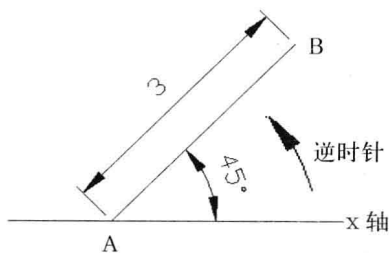

图 3-1-4
(1) 单击“直线”按钮，命令行提示“指定第一点”，单击一点，确定 A 点位置。
(2) 命令行提示“指定下一点或[放弃 (U)]”，输入 B 点相对极坐标值“@3<45”，按 Enter 键，创建直线 AB，按 Enter 键，结束直线操作，直线 AB 如图 3-1-4 所示，长度为 3，与 X 轴的夹角为 45 度。